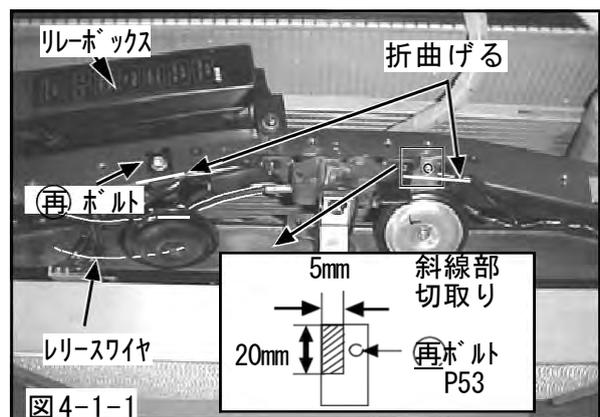

図4-1-1
- (1) 助手席側のホーンを加工してください。(図4-1-1)
- (2) ホーンを両方とも折り曲げ、ボディに取付けてください。(図4-1-1)